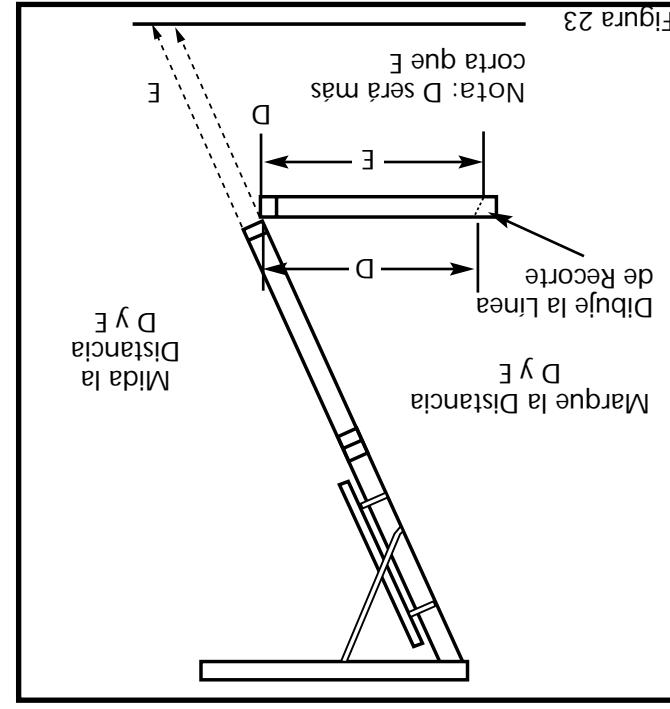

Figura 23
PASO 2. Doble la sección inferior de la escalera de acceso debajo de la sección media. (Figura 23)
PASO 3. Con un borde recto, mida las distancias "D" y "E" según se muestra en la Figura 23 y registre las mediciones en los espacios siguientes. Estas distancias deben medirse de manera precisa para evitar recortar demasiado cortas las patas.
marque las mediciones "D" y "E" en cada riel lateral. (Figura 23). Estas líneas de recorte deben dibujarse de manera precisa para evitar recortar demasiado cortas las patas.